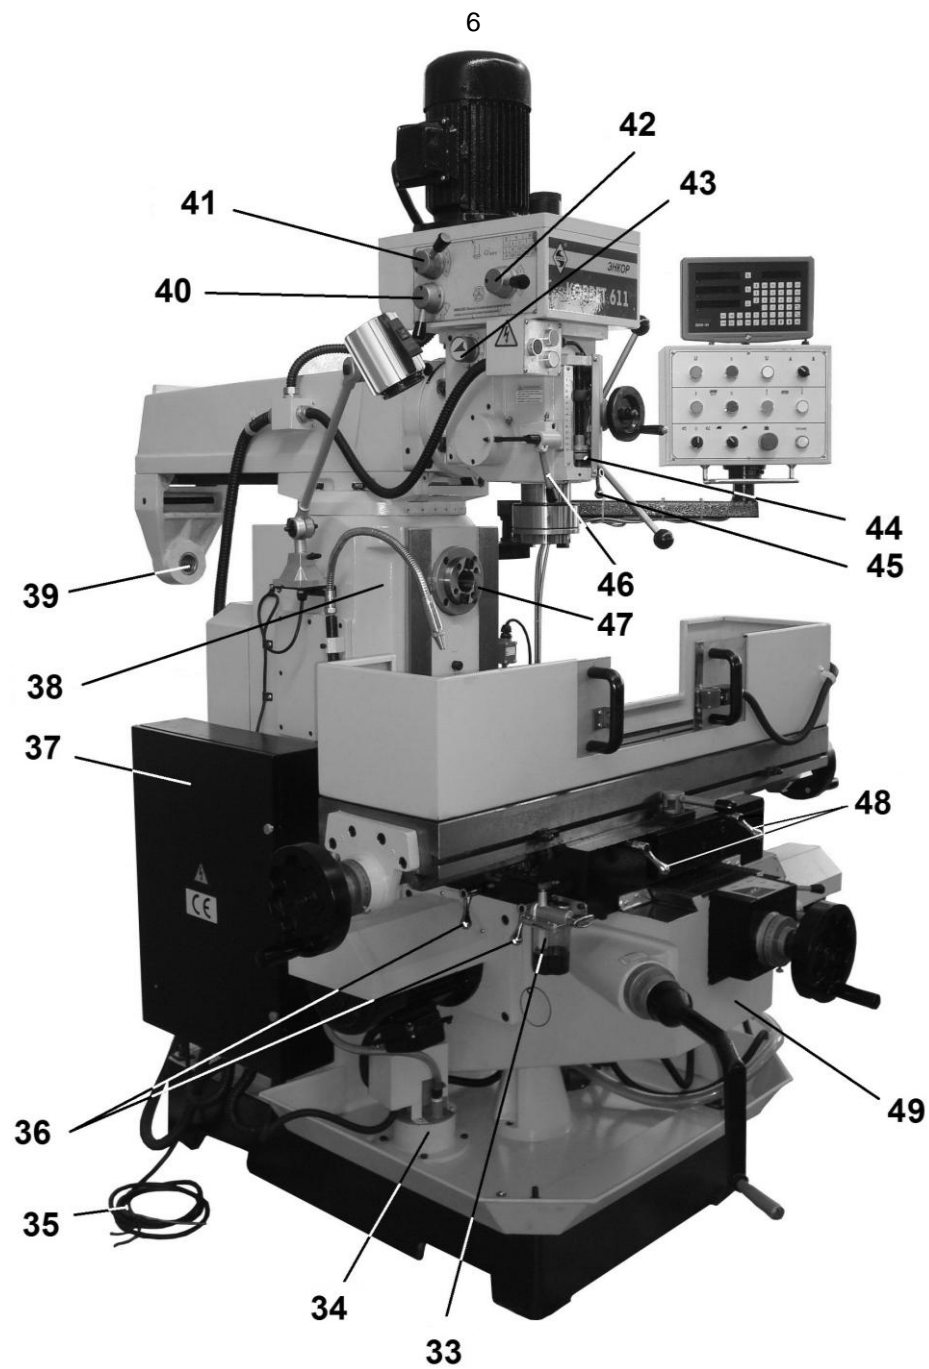

Рис. 4
9.1.1. Ослабьте зажимные винты (48) (Рис. 4) на малом конце консоли (49).